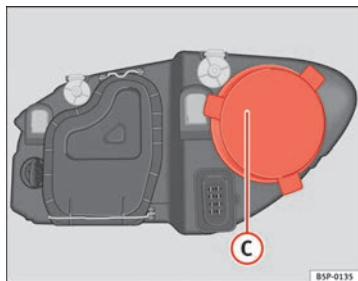

Abb. 190 Fernlicht
- Den Deckel \Rightarrow Abb. 190 C abziehen.